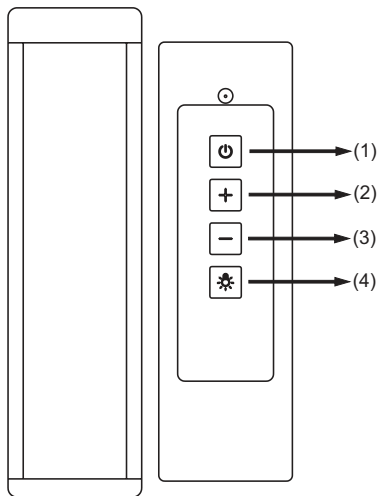

Abb. 4: Fernbedienung
- Taste ① der Fernbedienung (Abb.4) drücken, Gebläsemotor geht an
- Taste ① erneut drücken, Gebläsemotor geht aus.
- Taste ③ drücken, die Leistung des Gebläsemotors verringert sich.
- Taste ② drücken, die Leistung des Gebläsemotors erhöht sich.